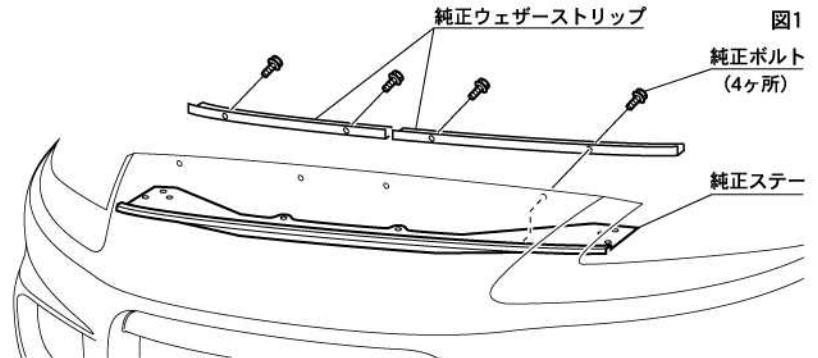

図1
1. 車輛から純正バンパーを取り外し、純正バンパーから取り外した純正ステーと純正ウェザーストリップを図1を参考にフロントバンパースポイラーに取り付けてください。